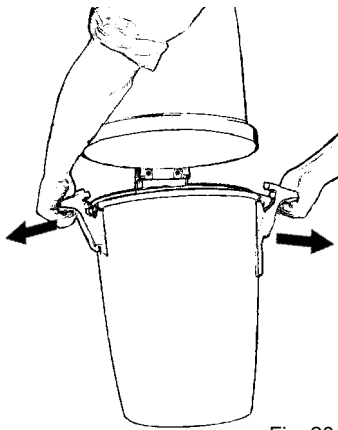

Fig. 20
2. Solte as duas pegas que prendem o contentor do pó. Solte-as, puxando as pegas para fora e afastando-as do contentor, Fig. 20.